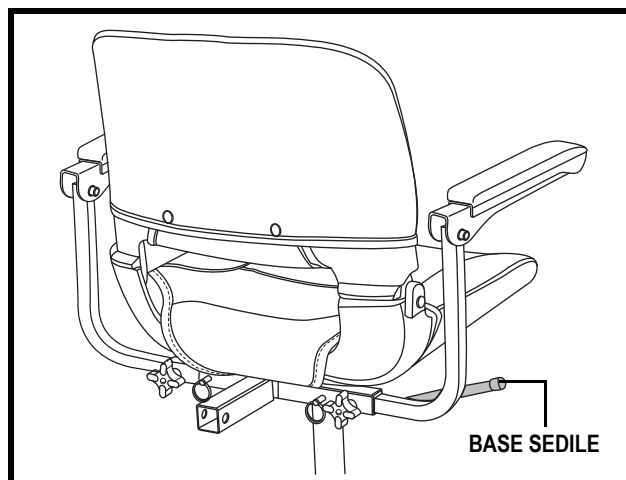

Figura 18. Regolazioni del sedile
1. Sollevare la leva di rotazione del sedile per sbloccare il sedile. **Vedere figura 18.**